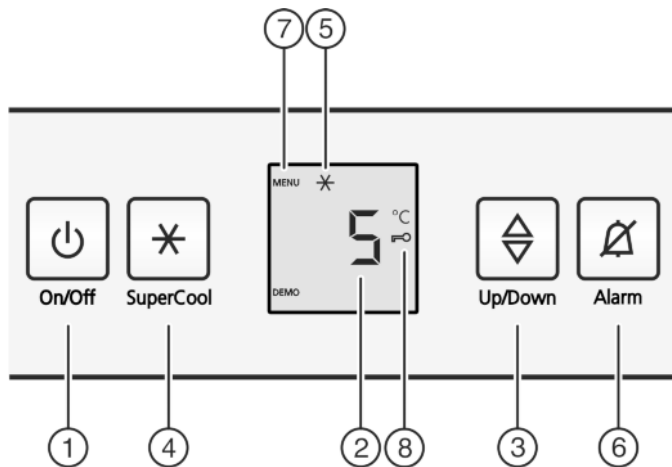

Fig. 2
- ▶ Aan/uit-toets Fig. 2 (1) indrukken.
- ▶ Toets SuperCool Fig. 2 (4) ca. 5 seconden indrukken.
- ▷ Op de display wordt het symbool Menu Fig. 2 (7) weergegeven.
- ▶ Met de toets SuperCool Fig. 2 (4) kort bevestigen.
- ▷ Het symbool Kinderbeveiliging Fig. 2 (8) op de display gaat branden.
- ▶ De toets On/Off Fig. 2 (1) kort indrukken.
- ▶ Toets Alarm Fig. 2 (6) indrukken.
- ▶ Temperatuurfunctie oproepen: Druk de insteltoets Fig. 2 (3) in.
- ▶ Temperatuur in 1 °C stappen wijzigen: Druk de insteltoets Fig. 2 (3) net zo vaak in, totdat de gewenste temperatuur op het temperatuurscherm oplicht.
- ▶ Toets SuperCool Fig. 2 (4) kort indrukken.
- ▷ Het symbool SuperCool Fig. 2 (5) brandt op het display.
- ▷ Het symbool SuperCool Fig. 2 (5) in de display gaat uit.